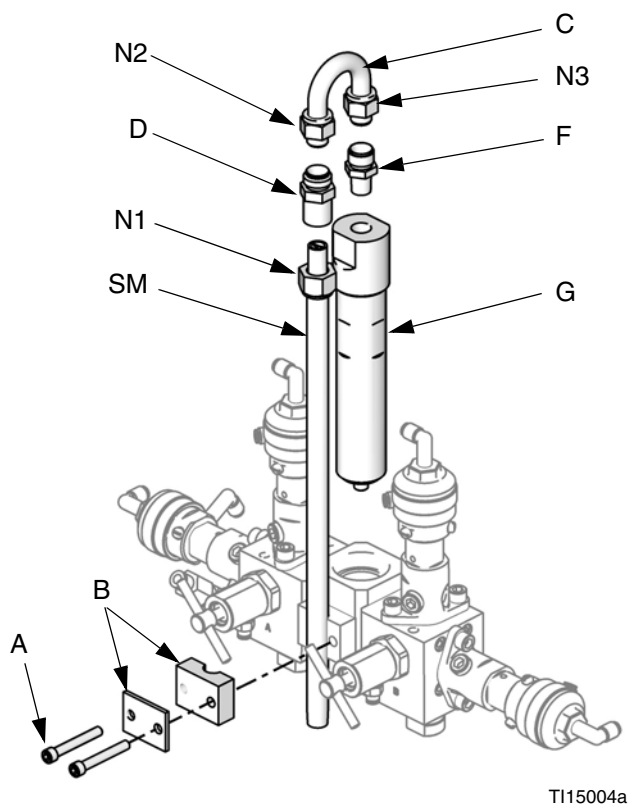

FIG. 8. Demontera integrator och statisk blandare
1. Ta bort skruvarna (A) och den statiska blandarens fästen (B). Se FIG. 8.
2. Lossa på den statiska blandarens skruv (N1). Ta bort och behåll den statiska blandaren (SM).
3. Lossa på u-rörets skruvar (N2 och N3). Släng u-röret (C) och den statiska blandarens fästen (D).
4. Ta bort och behåll 1/4 npt(m) fästet (F). Ta bort integratören (G) och släng.